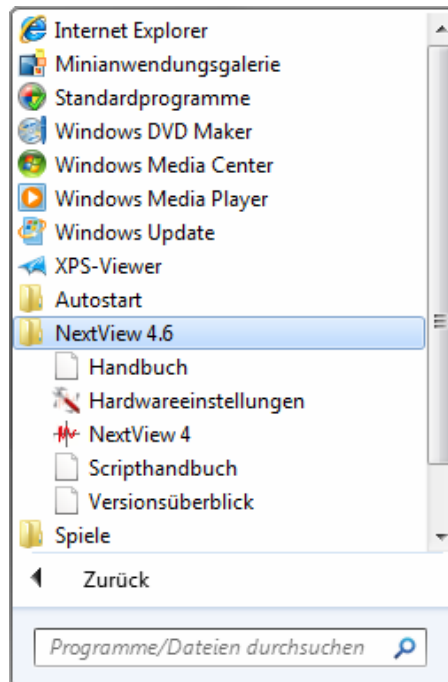

Abbildung 3
- **In NextView®4 verwendete Messhardware kann jederzeit geändert werden. Der Dialog "Geräteinstallation" ist über den Eintrag "Hardwareeinstellungen" in der Programmgruppe für NextView®4 im Windows® Startmenü erreichbar (s. **Abbildung 3**) oder über die gleichnamige Kachel auf dem Windows® 8 Startbildschirm.**